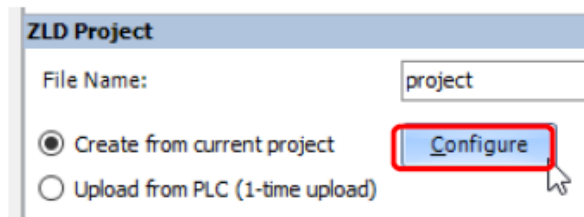

图 8 SD 存储卡配置对话框的配置按钮
8. 选择“从当前项目创建”，并按“配置”按钮打开 ZLD 项目配置对话框（图 8）。